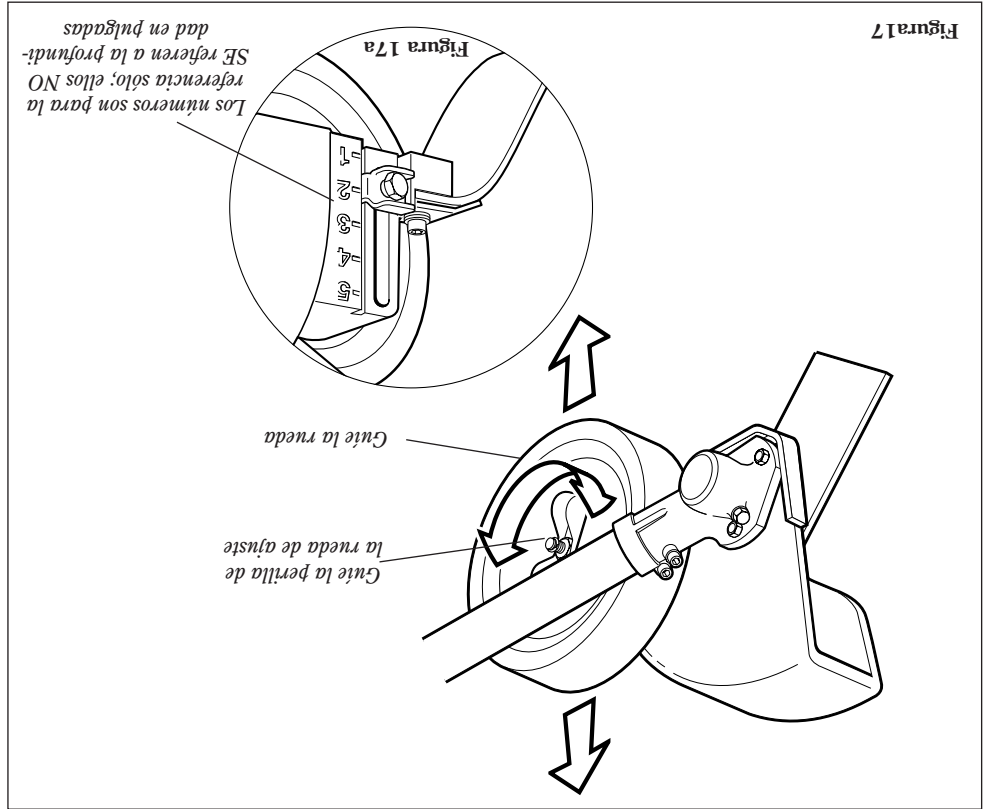

Figura 17
1. Afloje la perilla de ajuste de la rueda de guía. Vea la Figura 17.
3. Apriete la perilla de la rueda guía firmemente. Vea la Figura 17.